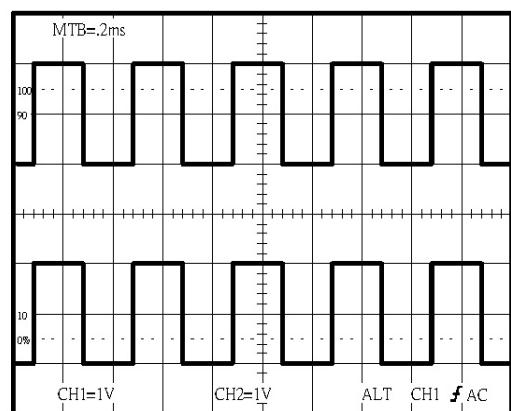

図 5-3 表示波形
4. 図 5-3 のような波形が表示されます。波形は約 2Vpp/1kHz であることを確認してください。